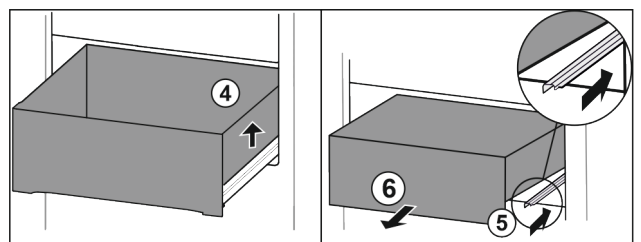

Fig. 185
- ▶ Schubfach rechts anheben. Fig. 185 (4)
- ▶ Rechte Schiene einschieben. Fig. 185 (5)
- ▶ Schubfach nach vorne entnehmen. Fig. 185 (6)